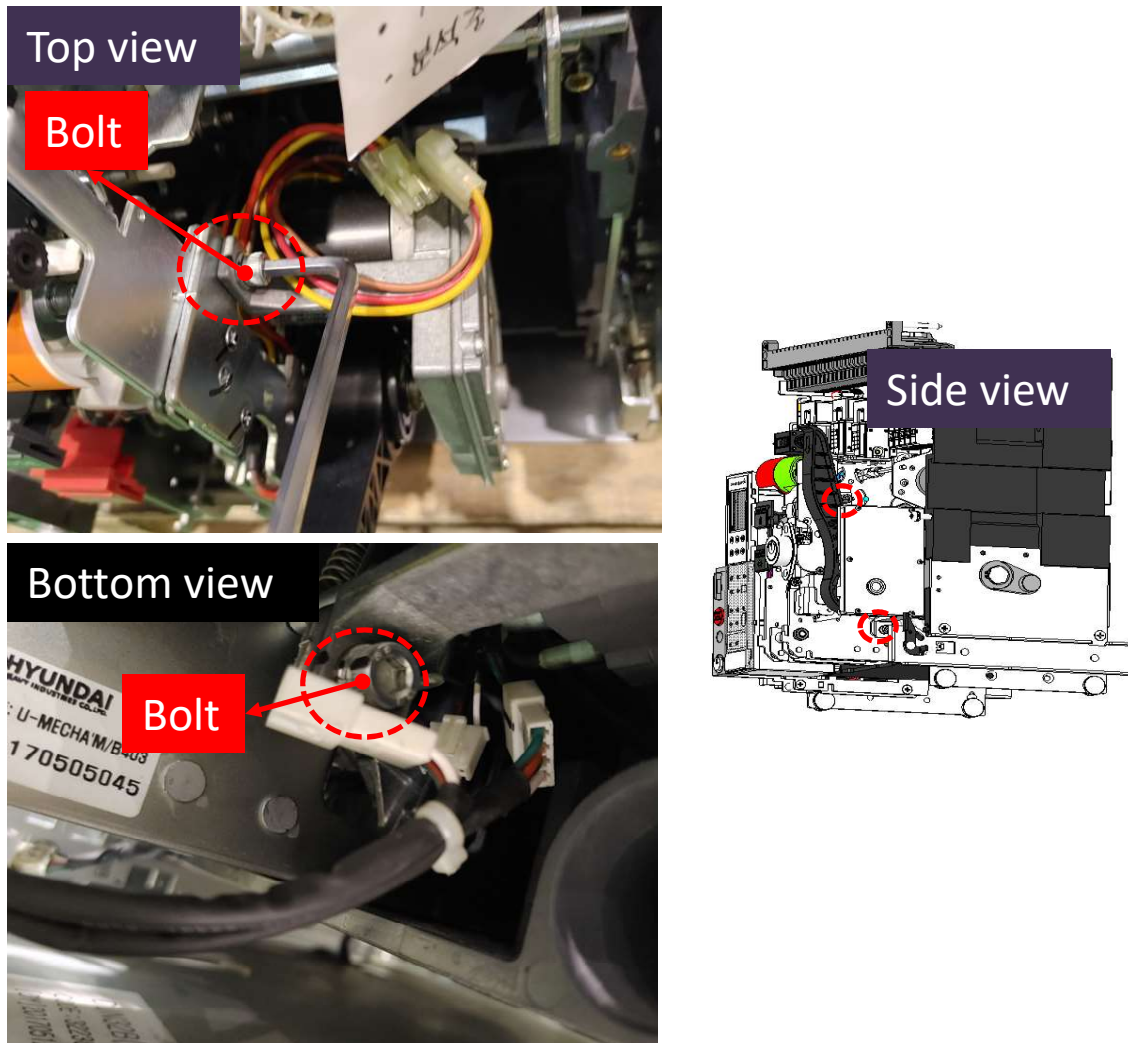

Fig. 7
7. 모터 unit에 붙어 있는 볼트 2개를 조여주세요. *5mm T-wrench [FIG 7]
7. Tight the 2 bolts to the motor unit. Please refer to the location. *5mm T-wrench [FIG 7]